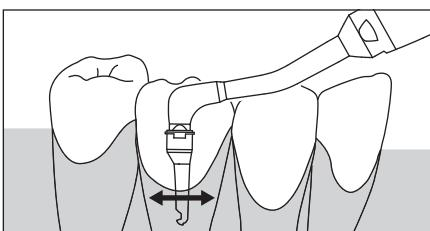

図 6
- 3) ノズルチップを歯周ポケットに3mm以上挿入します（図6）。